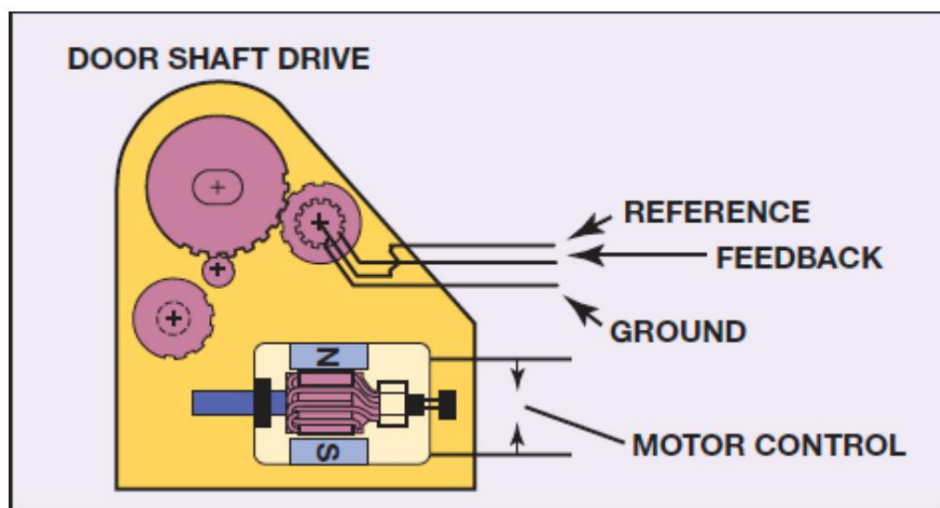

Figura 14. Un actuador de cinco cables con potenciómetro de retroalimentación.
- Un actuador de cinco cables utiliza dos cables para alimentar el motor (alimentación y tierra) y tres cables para un potenciómetro que se utiliza para indicar al módulo de control de HVAC la posición del motor. Figura 14.